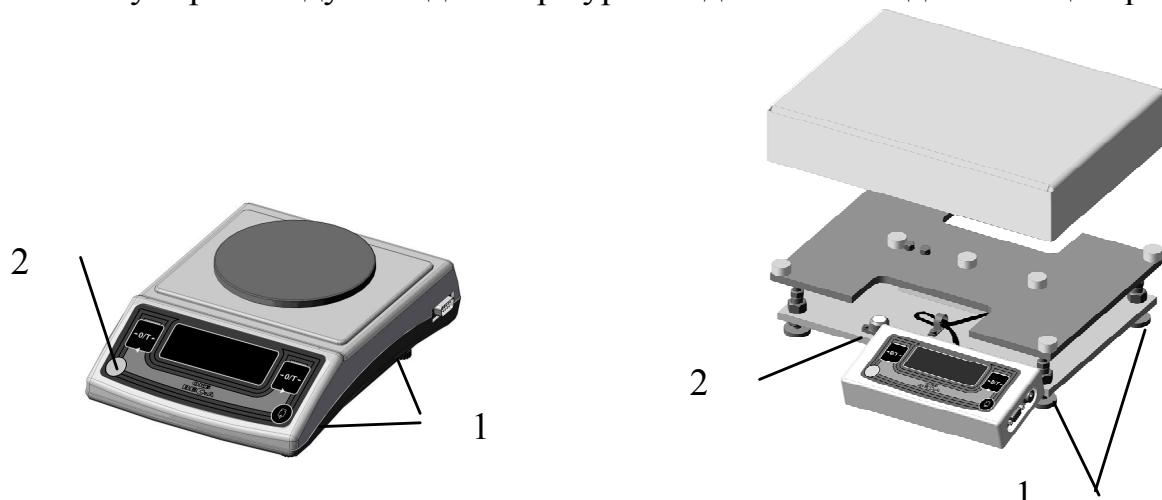

Рисунок 4 – Расположение индикатора уровня и регулировочных ножек
2.2.3.4 С помощью регулировочных ножек (Рисунок 4, поз. 1) и индикатора уровня (Рисунок 4, поз.2) выставьте весы на рабочем месте по уровню: пузырек воздуха индикатора уровня должен находиться в центре круга;